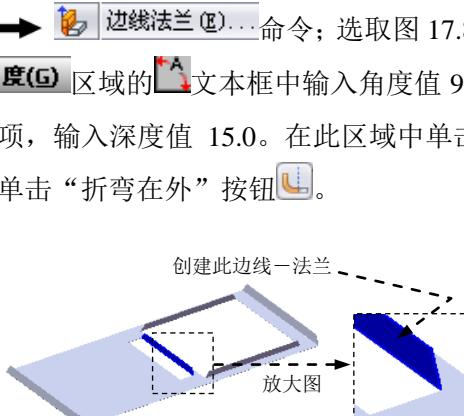
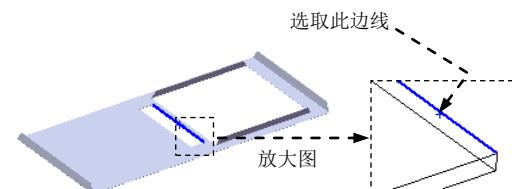

图 17.8.37 创建边线一法兰 5
图 17.8.38 定义特征的边线
Step8. 创建图 17.8.37 所示的边线一法兰 5。选择下拉菜单 **插入(I)** → **钣金(H)** → 命令；选取图 17.8.38 所示的模型边线为生成的边线法兰的边线，在 **角度(G)** 区域的 文本框中输入角度值 90.0。在 **法兰长度(L)** 区域的下拉列表中选择 **给定深度** 选项，输入深度值 15.0。在此区域中单击“内部虚拟交点”按钮 。在 **法兰位置(N)** 区域中单击“折弯在外”按钮 .